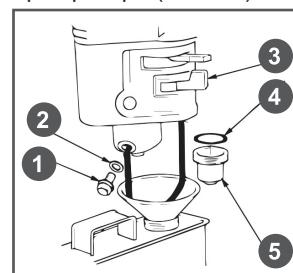

Рис. 18 Обслуживание фильтра-отстойника
1. Установите рычаг топливного крана 3 в положение «ЗАКРЫТО» (Рис. 18).
3. Открутите болт 1 сливного отверстия и слейте топливо из поплавковой камеры карбюратора (Рис. 18).
4. Открутите стакан отстойника 5, выпустите из него топливо в заранее подготовленную емкость (Рис. 18).